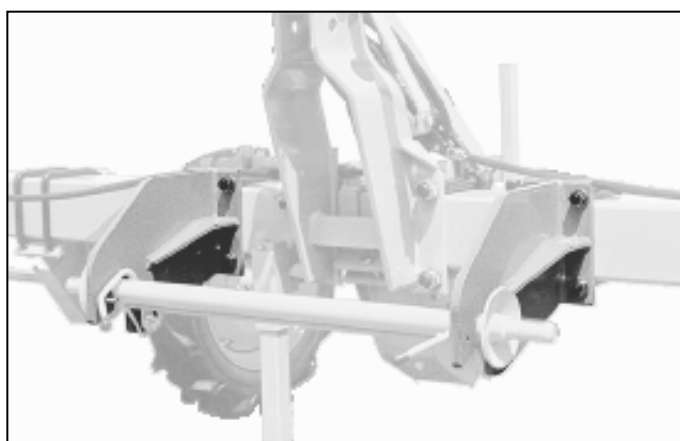

Fig. 5
- déport 7 cm (attelage semi-automatique catégorie n°3) (fig. 5)
- 7 cm offset (semi-automatic coupling category n°3) (fig. 5)
- Versatz 7 cm (halbautomatischer Anbau Kategorie Nr 3) (Abb. 5)
- spostamento da 7cm (aggancio semi-automatice categoria n°3) (fig. 5)